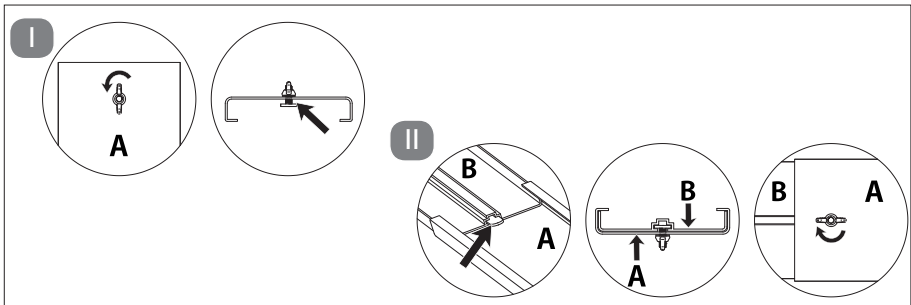

Abb. 14 – Größe des Fensterkits anpassen
- ▶ Lösen Sie die Flügelmutter soweit, dass ein Freiraum zwischen dem Teil A des Fensterkits und dem Gleiter entstehen. (**siehe Abb.14 Schritt I**).
- Stellen Sie das Fensterkit auf die gewünschte Größe ein, indem Sie das Fensterkit zusammenschieben bzw. auseinanderziehen und ziehen Sie die Flügelmutter wieder an. (**siehe Abb.14 Schritt II**).